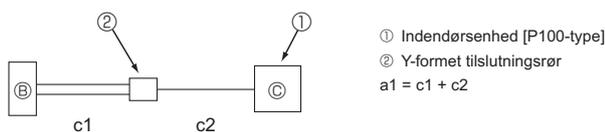

Fig. 5-2
*1 Selvom der bruges to kølemiddelslanger mellem forgreningsdåsen og det Y-formede tilslutningsrør ved tilslutning af P100-indendørsenheden, skal rørlængderne udelukkende beregnes med udgangspunkt i længden af ét rør. (Fig. 5-2)